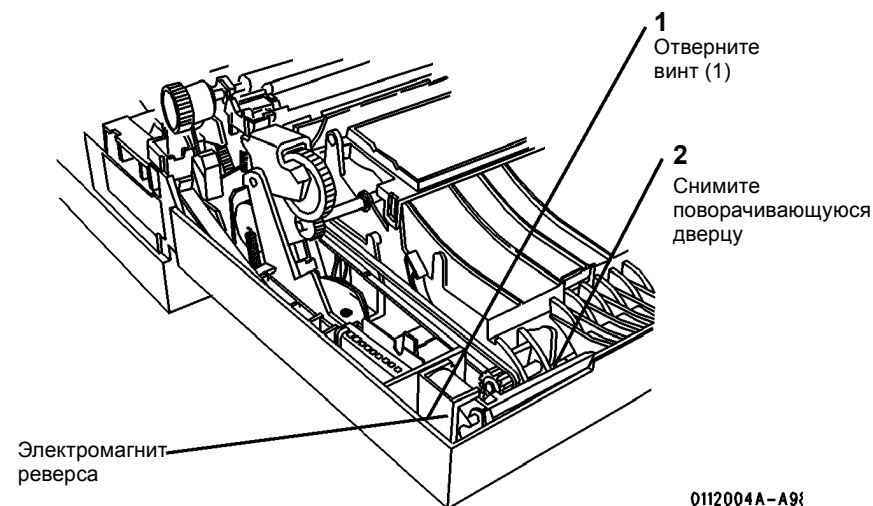

Рисунок 2 Положение проводов в зажимах
- а. Отверните винт (1).
3. Снимите дверцу реверса (Рисунок 2).